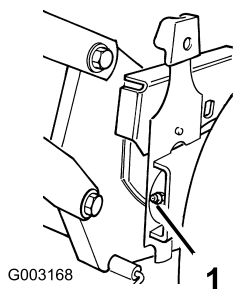

Bild 19
2. Wischen Sie die Schmiernippel mit einem sauberen Lappen ab (Bild 19).